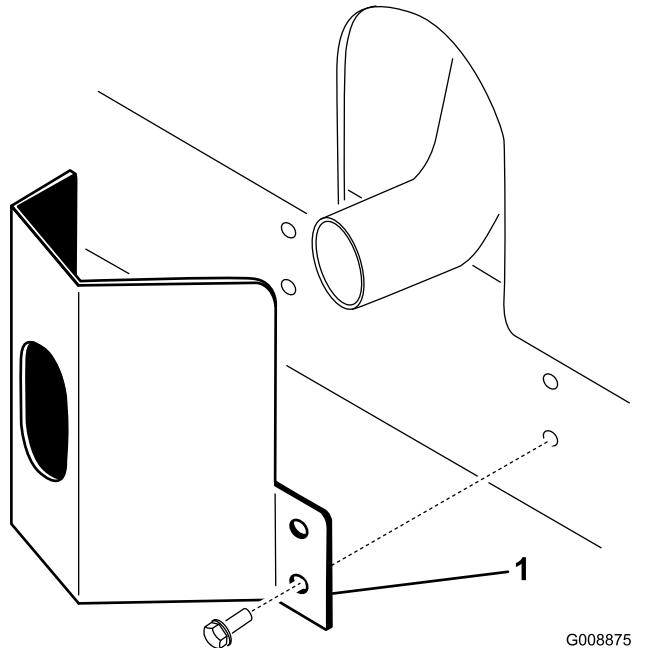

Figura 34
1. Coloque el protector del tubo de escape alrededor del silenciador, alineando los taladros de montaje con los del bastidor (Figura 34).
2. Fije el protector al bastidor con 4 tornillos autorroscantes (Figura 34).